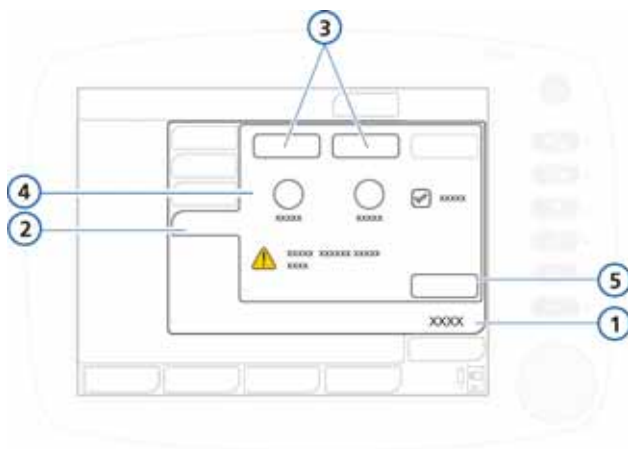

Figura 4-9. Comandi TRC, per tubi ET e tracheostomico
2. Per selezionare le impostazioni della compensazione del tubo ET, toccare il tasto **Tubo ET** (Figura 4-9).
3. Tramite i comandi **DI tubo** e **Compensaz.**, specificare il diametro del tubo (in mm) e la percentuale di compensazione (%) da applicare (Figura 4-9).